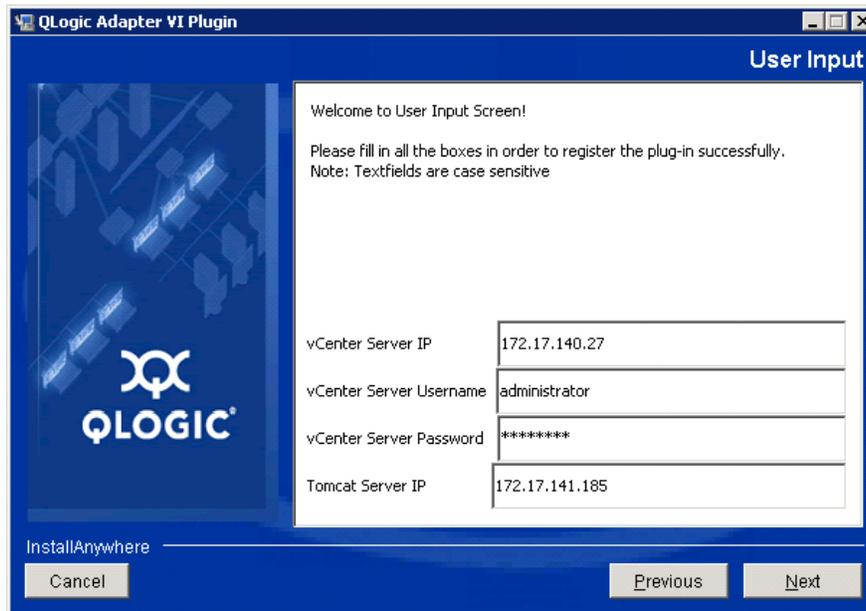

Figure 2-14. Assistant QLogic Adapter VI Plug-in : Entrée de l'utilisateur
5. Saisissez les informations demandées, puis cliquez sur **Next** (Suivant) (voir Figure 2-14).